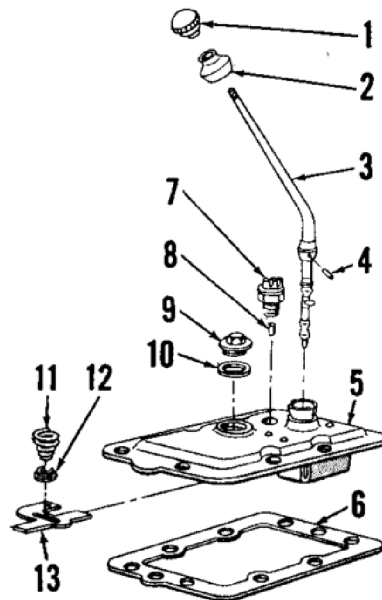

Fig. 183-Exploded view of four-speed transmission shift cover. Refer to Fig. 184 for remainder of shift mechanism.
tussen transmissie en achteras centrumbehuizing zoals beschreven in paragraaf 284. Koppel de start veiligheids schakelaar draad los van de schakelaar, los te koppelen en schakelhendel en transmissietopdeksel zo gemakkelijk te verwijderen (zie fig. 183) en verwijder de 1e-3e schakelrail detentveer (9-Fig. 184) en detentbal (10). Los locknut (12) en verwijder de 1st-3rd shifter vork slot schroef (11), dan opnieuw-